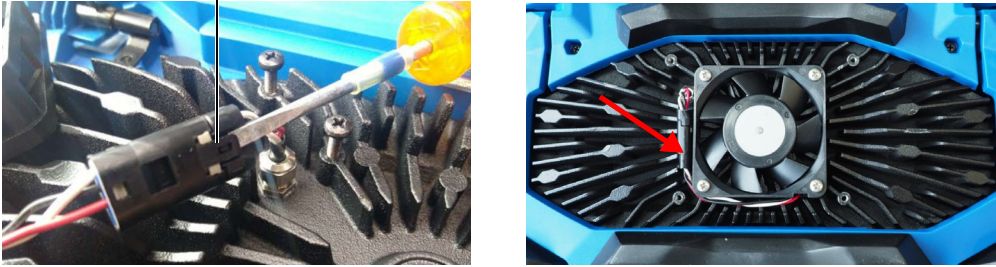

Figura 4-3 Desconexão do cabo da ventoinha (*esquerda*) e a localização final (*direita*)
3. Se a ventoinha estiver danificada ou com mau funcionamento, desconecte o cabo cuidadosamente (Figura 4-3 na página 57) e substitua-a por uma nova.
4. Se o cabo da ventoinha foi desconectado ou removido, lembre-se de reconectá-lo adequadamente e posicioná-lo para reinstalação (Figura 4-3 na página 57).